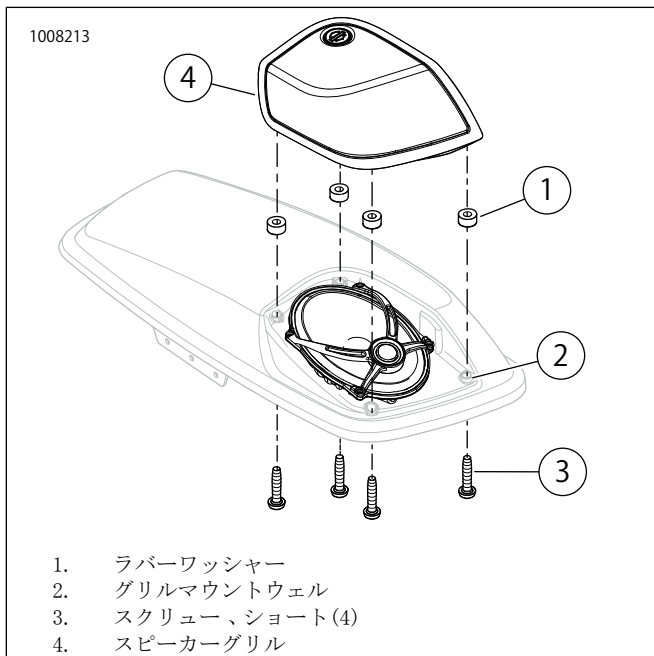

図25。グリルの取り付けと取り外し
22. 図25を参照してください。ラバーワッシャー(1)をグリルマウントウェル(2)に配置します。